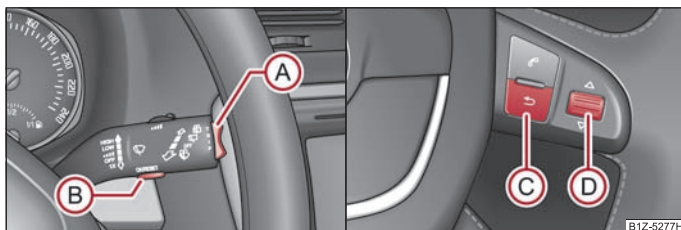

Fig. 20 Display-ul cu informații: Elementele de comandă de la maneta de acționare a ștergătoarelor/elementele de comandă de pe volanul multifuncțional
- **Main menu (Meniul principal)** se activează prin apăsarea tastei basculante (A) ⇒ fig. 20 mai mult de 1 secundă.
- De la tasta basculantă (A) puteți selecta punctele de meniu. După scurta apăsare a tastei (B) se afișează informația selectată.
- **Main menu (Meniul principal)** se activează prin apăsarea tastei basculante (C) ⇒ fig. 20 mai mult de 1 secundă.
- Prin apăsarea scurtă a tastei (C), reveniți un pas înapoi în meniu.
- Prin rotirea rotiței (D) puteți selecta fiecare meniu. După o scurtă apăsare a rotiței (D), se afișează meniul selectat.